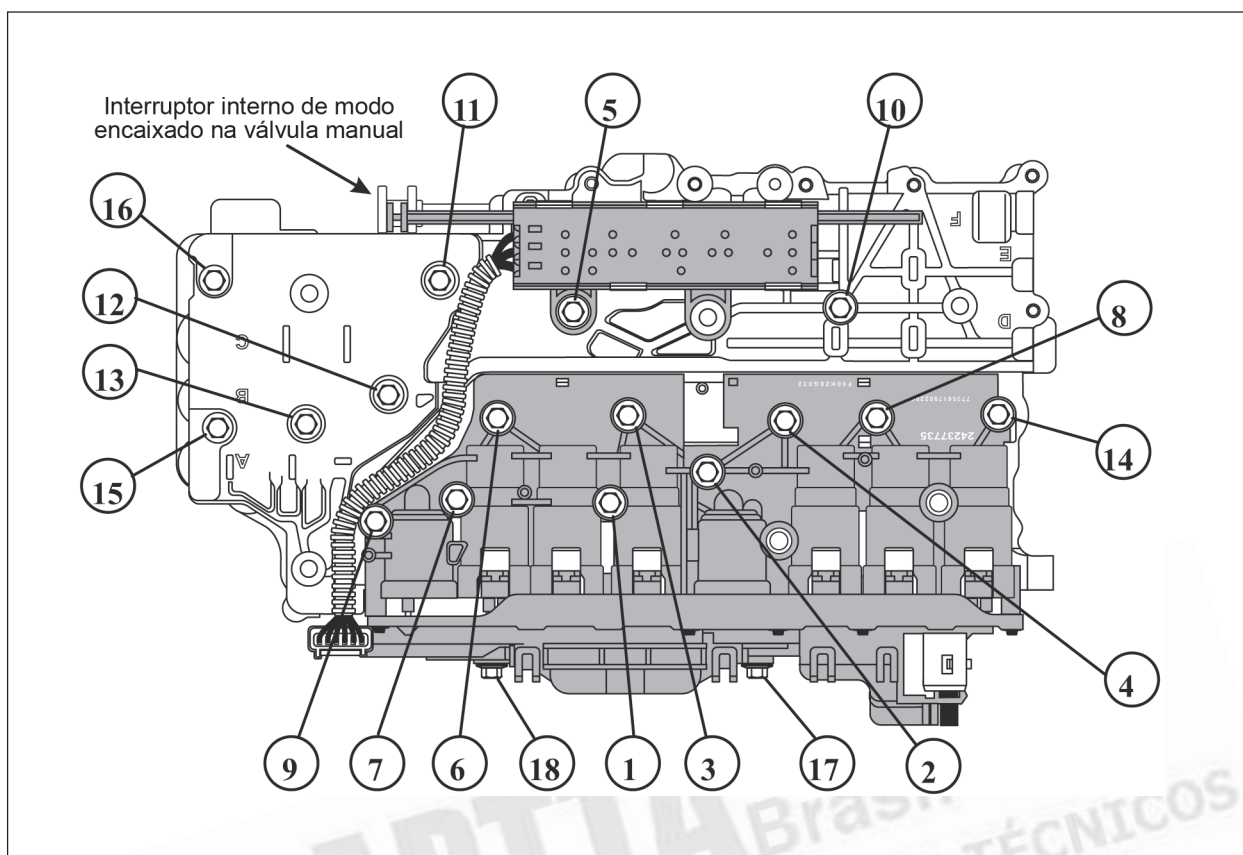

Figura 149
30. Agora pode-se apertar com o torque recomendado de 8 Nm todos os dezoito parafusos do corpo de válvulas, na sequência mostrada na figura 149.
31. Os dois parafusos de 53 mm na lateral do corpo de solenóides e TCM (17 e 18) na figura 149 **DEVEM SER APERTADOS** por último.
33. Não deverá haver folga visível. Se houver uma área visível, solte todos os dezoito parafusos e reaperte-os na sequência, conforme mostra na figura 149.